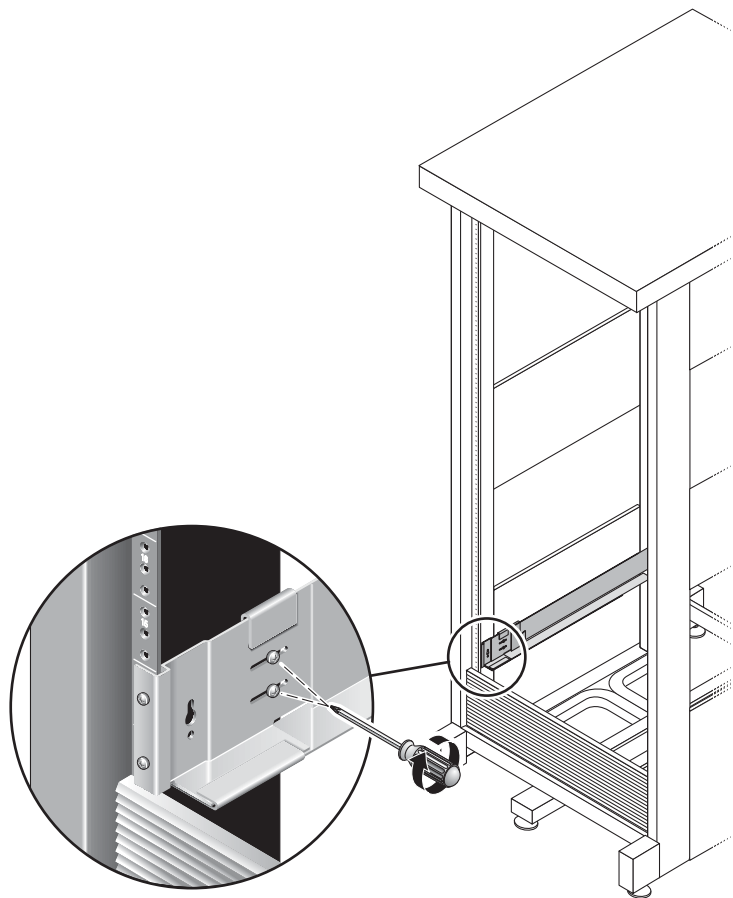

図 2-7 位置合わせ用ねじの固定
8. プラスのねじ回し (Phillips の 2 番) を使用して、各レールの背面側にある位置合わせ用ねじ 4 本 (左右 2 本ずつ) を、しっかりと締めます (図 2-7)。